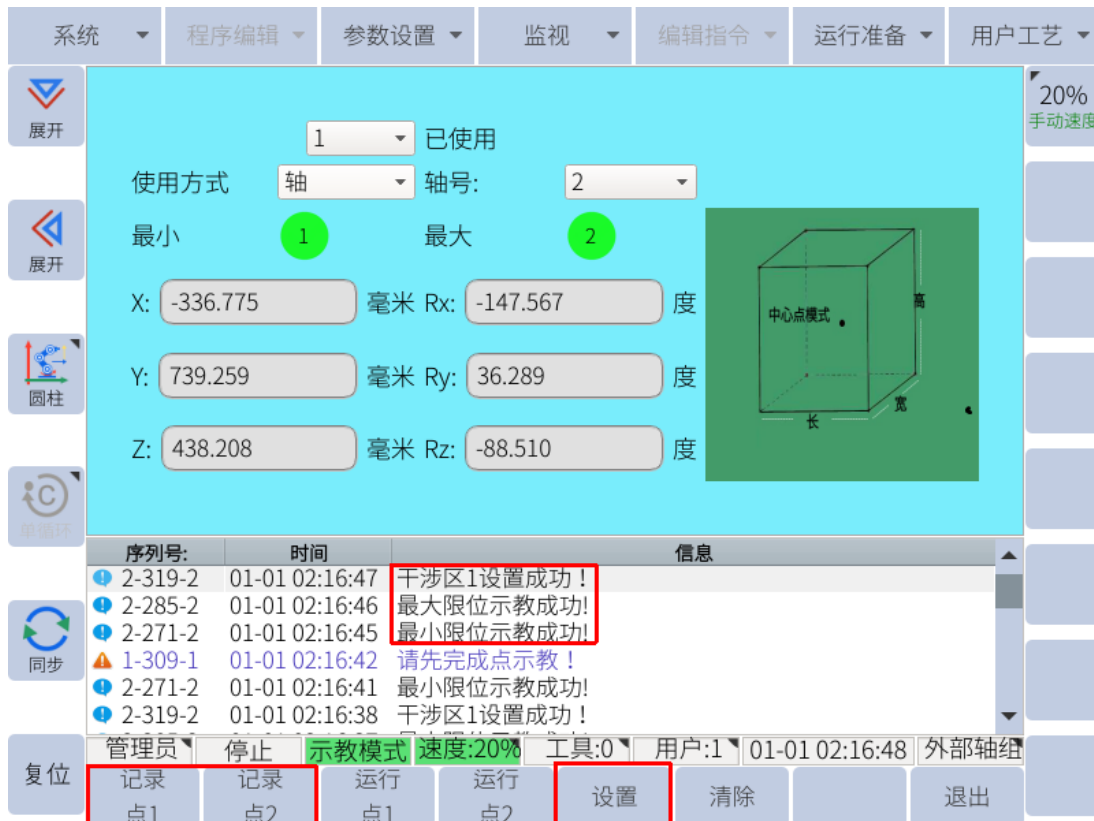

图 6-55 : 轴干涉区
5. 点击子菜单栏的“设置”，干涉区即设置成功，如图 6-55 所示。